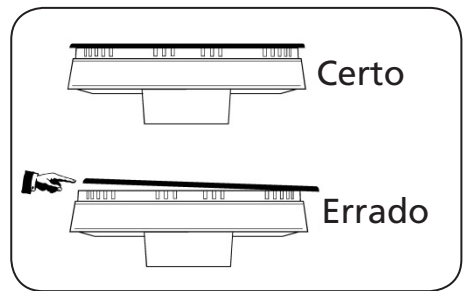

Fig. 5
- Ao remontar os queimadores e espalhadores de chama, após a limpeza, observar seus perfeitos encaixes [Fig. 5].